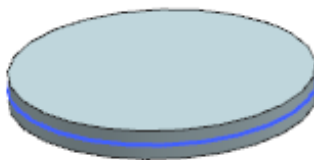

图 11-181 创建拉伸特征
(4) 在对话框中的开始“距离”文本框中输入-1，结束“距离”文本框中输入1。
(5) 单击按钮，创建拉伸特征，如图 11-181 所示。